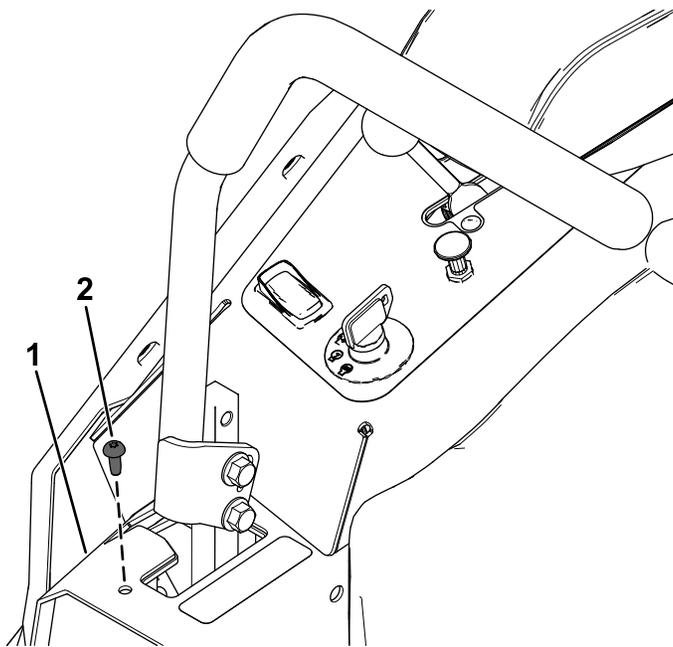

Figura 9
2. Remova o parafuso autorroscante da cobertura direita de controlo de movimento (Figura 9).
6. Instale o parafuso autorroscante previamente removido da cobertura direita de controlo de movimento (Figura 9).